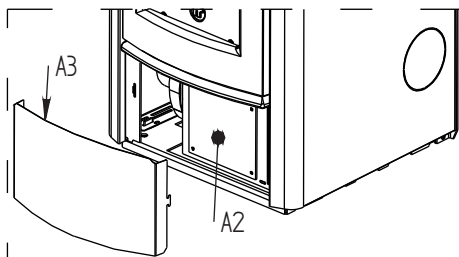
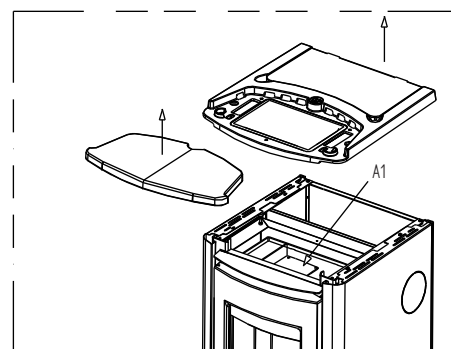

FIGURA 1
FIGURA 4
- **MENSILMENTE** ispezionare e pulire le apposite aperture identificate con "A1", "A2". Per accedere all'apertura "A2" (figura 1),nelle versione easy e metalcolor, togliere il coperchio "A3" premendo verso l'interno le 2 pieghe laterali e ruotandolo verso l'alto. Nella versione ceramica per accedere all'apertura A2 è necessario togliere la ceramica inferiore spingendola verso l'alto e poi tirandola verso l'esterno. (agire inversamente rispetto al disegno fig. 4 del par.4.1.2). Per accedere all'apertura "A1" (figura 4) togliere la ceramica (per il modello easy è sufficiente togliere il coperchio in ghisa in quanto la piastra in acciaio è solidale allo stesso), e successivamente il coperchio in ghisa:ora è possibile accedere alla apertura "A1".